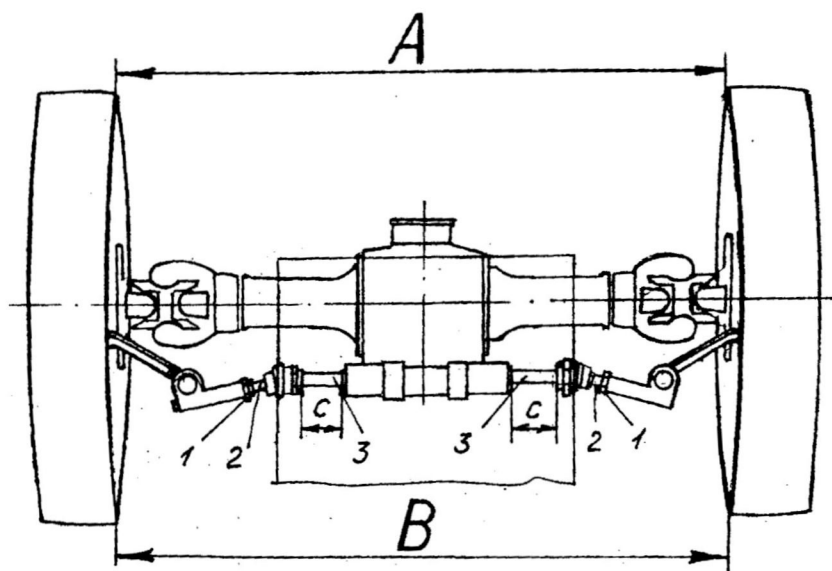

Рис. 23. Схема определения сходимости направляющих колес.
1) устанавливают шток 3 (рис. 23) гидроцилиндра в среднее положение так, чтобы линейные размеры «С» с левой и правой сторон были равны, разность размеров не более 0,5 мм;